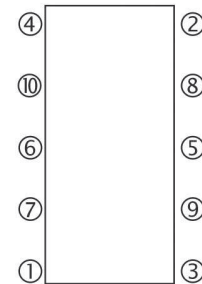

Fig.11
- 4) Desserrez tous les écrous dans un ordre diamétralement opposé (Fig.11). Reculez le plateau mobile en le tirant en arrière et enlevez les plaques une par une en faisant attention de ne pas les endommager. Attention, le bord des plaques est coupant, portez des gants de protection.
- Nettoyez et lubrifiez correctement les tirants, positionnez-les, puis serrez les écrous progressivement et uniformément dans l'ordre inverse du démontage indiqué à la Fig.11 jusqu'à obtenir la cote correcte entre plateaux (cote de serrage) indiquée sur la plaque signalétique. Vérifiez que cette cote est bien uniforme sur tout le pourtour des plateaux. Trop serrer peut déformer les plaques de manière irréversible.